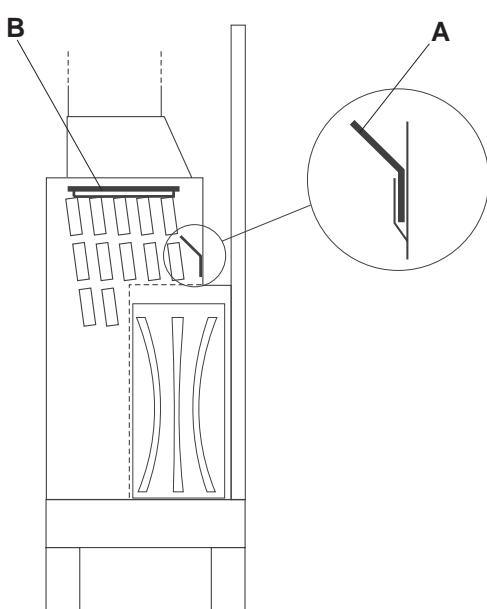

Fig. 7.4.1
- soulever le déflecteur des fumées (Fig. 7.4.1-A) en
- le **déflecteur des tuyaux** (Fig. 7.4.1-B) se trouve en position horizontale au-dessus du conduit; s'en saisir à hauteur de son extrémité et l'extraire par la partie basse en le faisant progressivement pivoter.
- levantar el **deflector de humos** (Fig. 7.4.1-A) introduciendo los dedos en los dos orificios, sacarlo de la ranura donde está encajado, extraerlo pasándolo entre la campana de la chimenea y el haz de tubos.
- el **deflector de tubos** (Fig. 7.4.1-A) está ubicado horizontalmente sobre el haz de tubos. Agarrar sus extremos y sacarlo hacia el exterior y abajo, girándolo gradualmente.